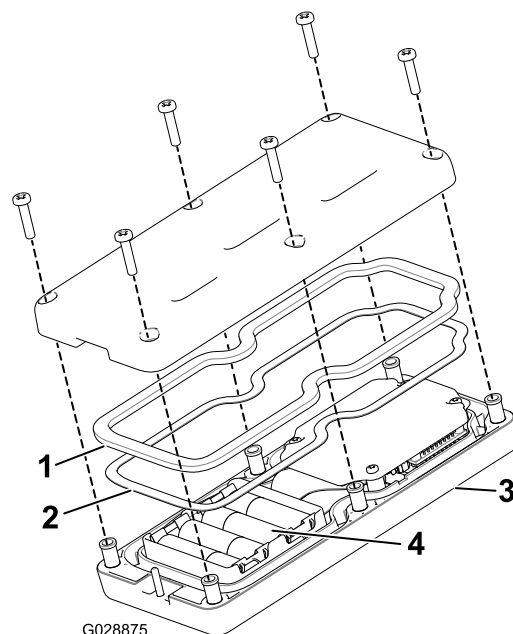

Рисунок 18
3. Убедитесь, что стальная прокладка и резиновое уплотнение находятся в канавке пульта дистанционного управления, и установите заднюю крышку на место (Рисунок 18).
4. Закрепите крышку 6 винтами (Рисунок 18) и затяните их с моментом 1,5–1,7 Н·м.
2. Вставьте элементы питания в гнезда с клеммами, соблюдая полярность. (Если батарейки будут установлены неправильно, устройство не будет повреждено, но и не будет работать.) В каждом гнезде имеется тиснение с обозначениями полярности каждой клеммы (Рисунок 18).